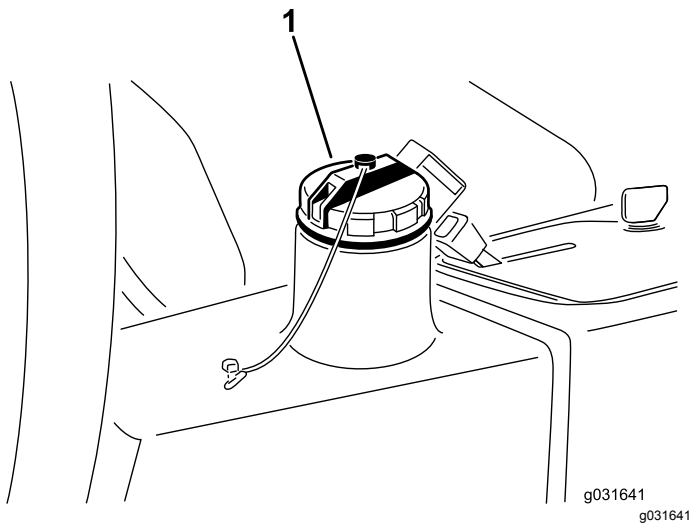

Bild 61
2. Reinigen Sie den Bereich um den Einfüllstutzen und den Deckel des Hydraulikölbehälters (Bild 61).
3. Nehmen Sie den Deckel des Hydraulikbehälters ab (Bild 61).